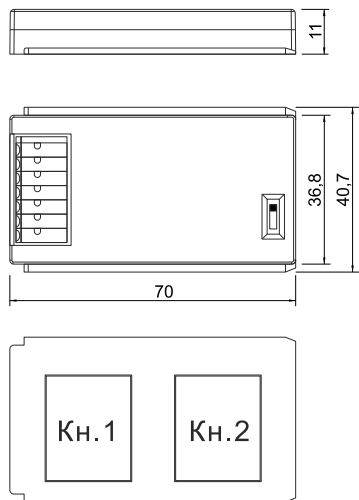

Рис. 1
- Размеры сенсорного выключателя, планки крепления и размеры сенсорной кнопки указаны на Рис. 1, 2, 3.